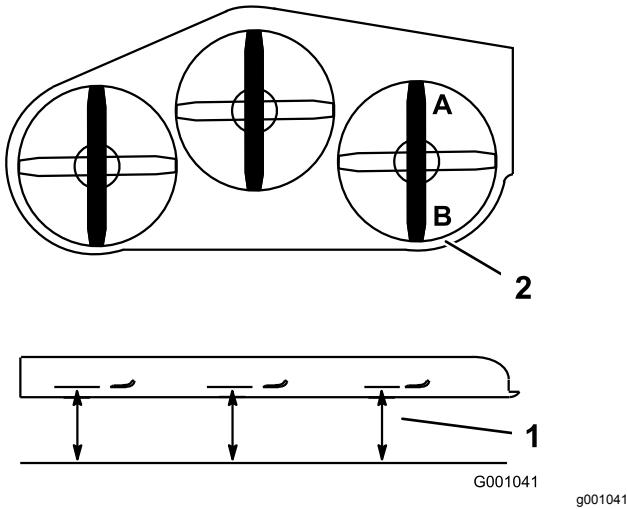

Figura 89
- Disponete una lama in posizione longitudinale rispetto alla macchina. Misurate ai punti **A** e **B** da una superficie piana fino al tagliente della punta della lama (Figura 89).